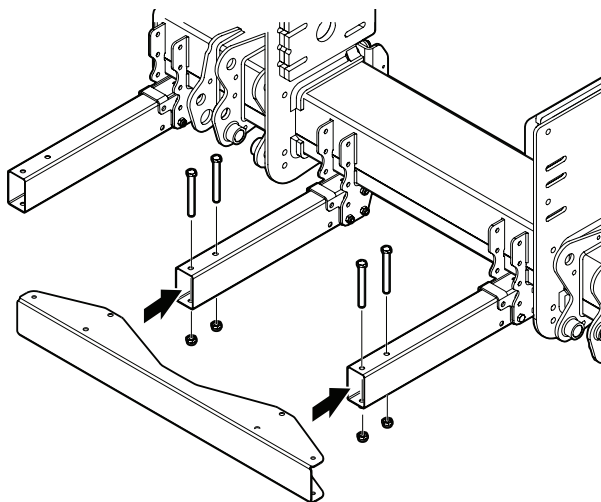

Bild 51. Montering av inre plåtprofil
2. Montera den mitre plåtprofilen med 4 skruvar M12x110 på konsolerna. Se Bild 51.